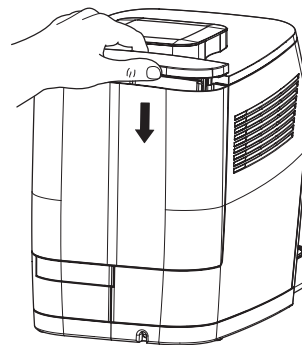

fig. 3: Colocar el depósito de agua
8. Llene el depósito de agua hasta la marca "Max" con agua potable fría y colóquelo en el aparato (fig. 3). Asegúrese de que el depósito queda fijado en el aparato y que está bien pegado a él.